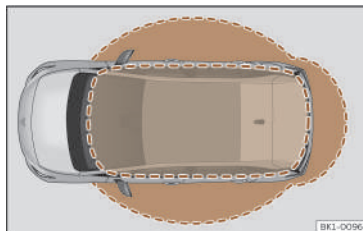

Fig. 71 Keyless Access: zone nelle vicinanze.
- Il veicolo viene sbloccato quando la chiave di accensione viene rilevata in un'area vicina >>> **fig. 71**. Tutti gli indicatori di direzione lampeggiano due volte.